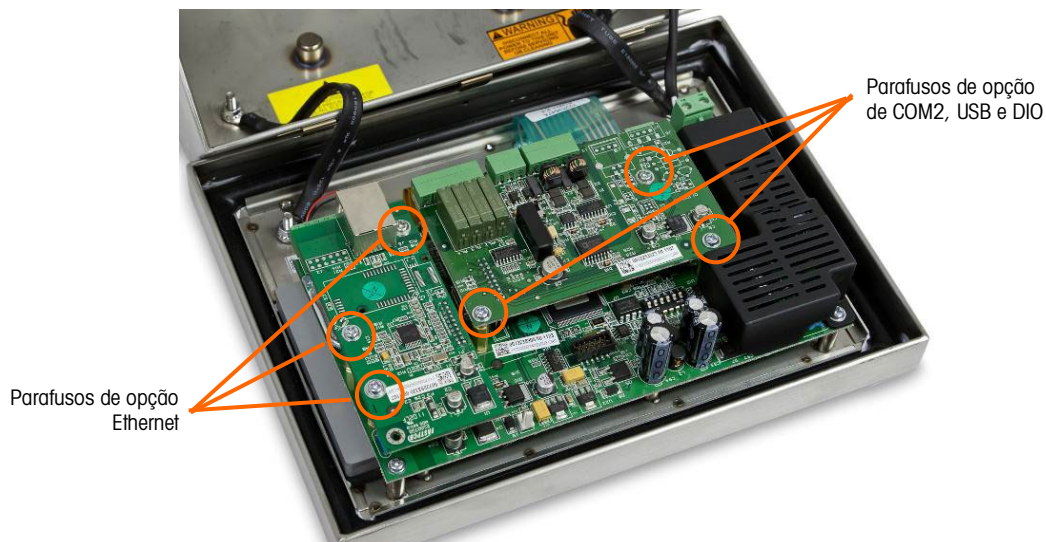

Figura 5-12: Remoção de placa opcional
2. Use uma chave Phillips média para remover os parafusos que prendem as placas opcionais ao local de montagem. Cada placa será presa com três parafusos. Consulte a Figura 5-12.
1. Posicione a placa opcional sobre o conector apropriado na placa principal e os três orifícios de montagem identificados na Figura 5-12.